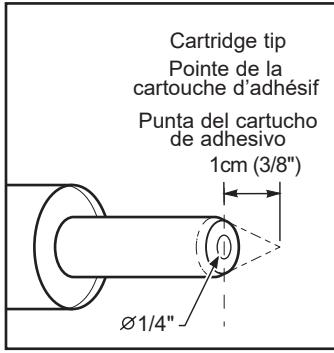

Fig. 4
4. Cut nozzle of adhesive cartridge 1 cm (3/8") from the end at a 90° angle toward the tip. In no case should the adhesive bead be larger than a common pencil diameter - 5 mm (1/4"). **Fig. 4.**
4. Couper le bout de la cartouche d'adhésif à environ 1 cm (3/8 po), dans un angle de 90°. L'ouverture ainsi pratiquée ne doit jamais être plus grande que le diamètre d'un crayon (maximum 5 mm ou 1/4 po). **Fig. 4.**
4. Cortar la punta del cartucho de adhesivo 1 cm (3/8"), en un angulo de 90°. La apertura nunca debe ser mas grande que el diámetro de un lápiz (máximo 5 mm o 1/4"). **Fig. 4.**